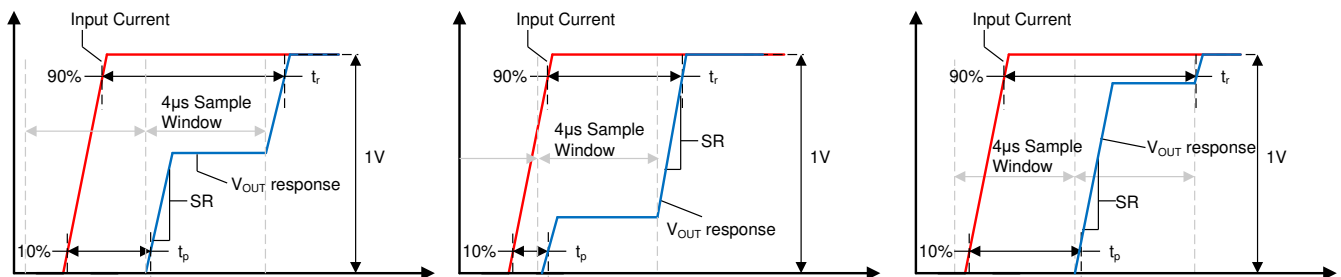

図 7-3. 小電流入力ステップの過渡応答
スルーレート (SR) は、図 7-3 に示すように、単一積分ステップの出力遷移における V_{OUT} の変化率として定義されます。デバイスは多くの場合、最終値の 90% への完全なセリングに達するために 2 つのサンプリング時間を必要とするため、このスルーレートは全出力スイングの 10% から 90% までの遷移時間とは一致しません。
伝搬遅延は、入力電流波形が最終値の 10% に達してから、 V_{OUT} が最終値の 10% に達するまでの時間です。この伝搬遅延時間は、入力電流ステップの整列と、TMCS1101 のサンプリング期間に大きく依存します。いくつかの異なるサンプリング期間の例を、図 7-3 に示します。
応答時間は、出力で 1V の遷移を引き起こすのに十分な入力電流ステップについて、入力電流が最終値の 90% に達してから、出力が最終値の 90% に達するまでの時間です。3 つの異なる時間における TMCS1101 の応答時間を、図 7-3 に示します。1 つのサンプリング ウィンドウの開始時にステップ入力が発生しない限り、応答時間には 2 つのサンプリング間隔が含まれます。